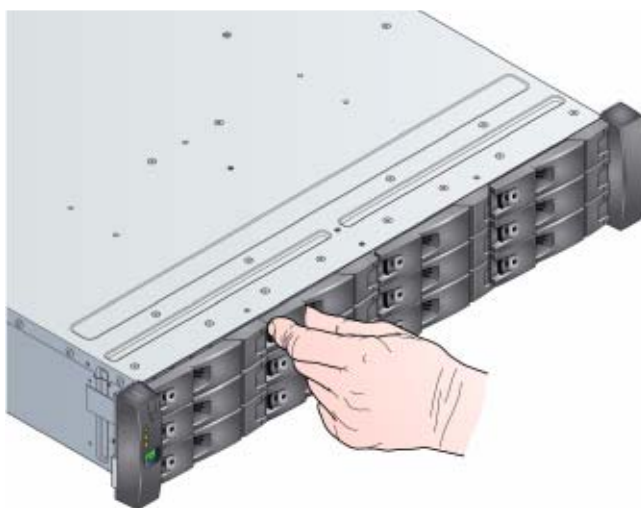

図6-19 ドライブキャリアモジュールの取り外し
3. ハンドルラッチを押し、ハンドルを右に倒してドライブキャリアモジュールのハンドルを解放します。（図6-19 参照）